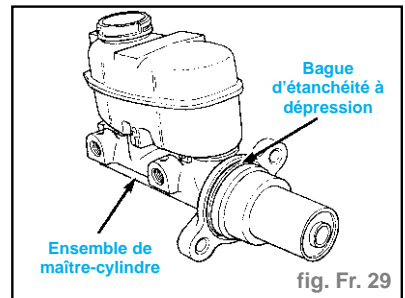

fig. Fr. 29
- Poser une NOUVELLE bague d'étanchéité à dépression sur le maître-cylindre. La bague doit être placée d'équerre dans la gorge du maître-cylindre (fig. Fr. 29).
- Poser une **NOUVELLE** bague d'étanchéité à dépression sur les flasques de montage de l'ensemble du maître-cylindre (fig. Fr. 29).